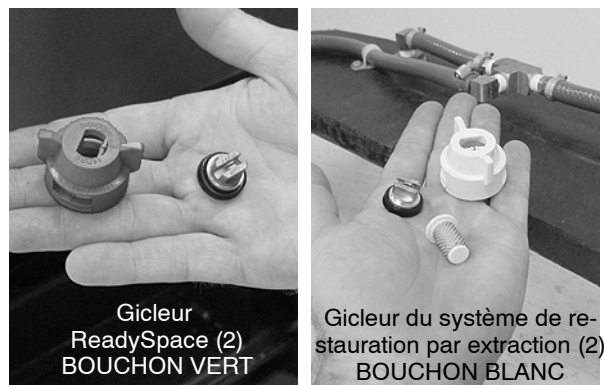

FIG. 37
3. Retirez les quatre gicleurs à ouverture rapide de la tête de brossage (Figure 32). Tournez les bouchons des gicleurs dans le sens contraire des aiguilles d'une montre pour les retirer. Immergez les gicleurs et les filtres dans une solution d'acide acétique pendant six heures (Figure 37). Suivez les instructions de mélange indiquées sur la bouteille. N'utilisez pas d'objet pointu pour nettoyer les gicleurs pour éviter tout dommage.